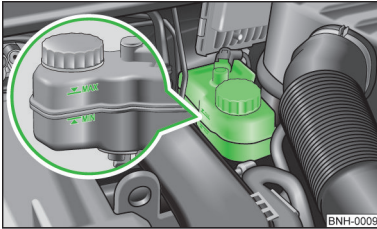

Abb. 117
Der Vorratsbehälter für Bremsflüssigkeit befindet sich im Motorraum » Abb. 117 auf Seite 141.
- Ist der Flüssigkeitsstand unter die „MIN“-Markierung abgesunken » Abb. 117 auf Seite 141,  nicht weiterfahren - es besteht Unfallgefahr! Die Hilfe eines Fachbetriebs in Anspruch nehmen.
➤ Den Bremsflüssigkeitsstand im Behälter prüfen » **Abb. 117**.